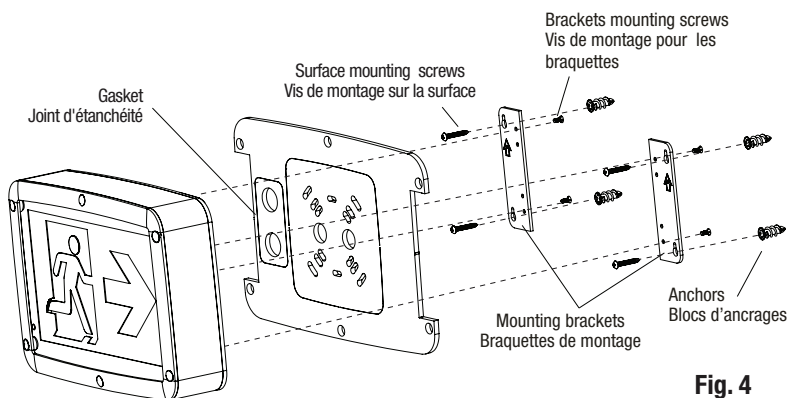

Fig. 4
- 4.c For Mounting Bracket installation (Fig. 4) only, break through appropriate central knockout into the back housing. Remove the sides parts of the gasket and paste it on the back of the unit and route the proper wire through the central hole. Mount the brackets on the back housing using the four screws provided in the hardware bag (use screwdriver PH2X). Place the housing on the required surface and use the bracket holes as a drilling template. Drill the four holes and fix the mounting anchors inside each hole.
- 4.c Pour l'installation avec braquettes de montage (Fig. 4) seulement, défoncer l'orifice central prédécoupé approprié dans le boîtier arrière. Retirer les parties latérales du joint d'étanchéité et le coller à l'arrière de l'unité et passer les fils électriques par l'orifice central. Monter les braquettes sur le boîtier arrière à l'aide des quatre vis fournies dans le sachet de pièces (Utiliser le tournevis PHx2). Placer le boîtier sur la surface requise et utiliser les trous du support comme gabarit de perçage. Percer les quatre trous et fixer les ancrages de fixation à l'intérieur de chaque trou.
7.b For mounting bracket installation only, mount the fixture on the surface using the two brackets and the four mounting screws provided (use screwdriver PH3X). Tighten the screws enough to compress the gasket to ensure a good sealed joint (Fig.4).
7.b Pour installation avec braquettes de montage seulement, fixer l'unité en place avec l'aide de deux supports et les quatre vis de montage incluses (utiliser le tournevis PHx2). Serrer les vis suffisamment pour comprimer le joint d'étanchéité pour assurer un joint scellé. (Fig.4)